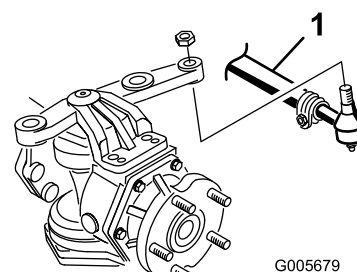

Figura 4
1. Retire el pasador y la tuerca almenada del extremo de cada cilindro de dirección en el que está montada la articulación esférica. Inserte el extremo de la articulación esférica en el taladro trasero de cada brazo de dirección del eje. Inserte cada articulación esférica desde debajo del brazo de dirección (Figura 4).